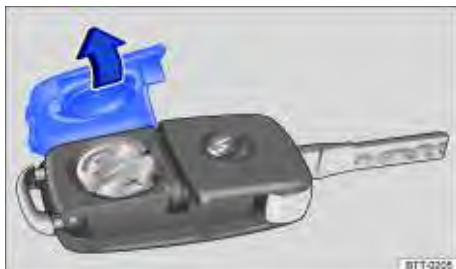

Fig. 23 Chave com comando remoto: abrir a cobertura do alojamento da bateria.
A bateria encontra-se no lado posterior da chave com comando remoto, sob uma cobertura ⇒ Fig. 23.
- Retirar a cobertura no lado posterior da chave ⇒ Fig. 23 no sentido da seta ⇒ .
- Posicionar a cobertura conforme indicado ⇒ Fig. 23 e pressionar no sentido contrário ao da seta sobre a carcaça da chave do veículo até encaixar.